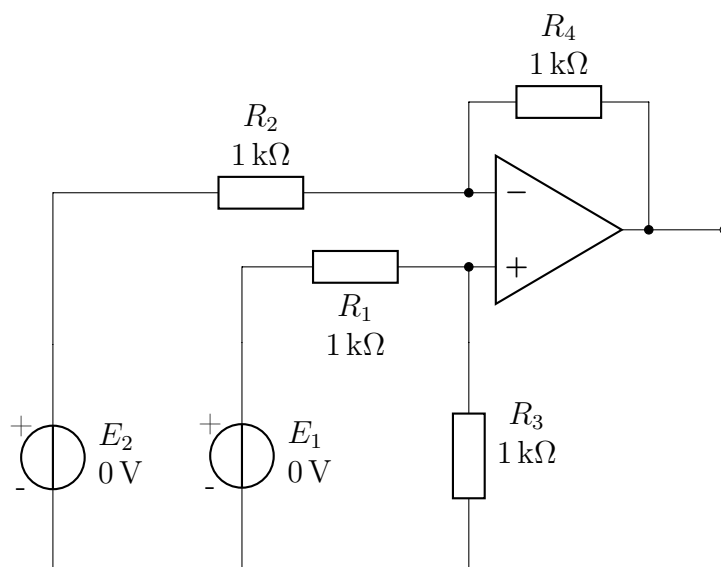

Рис. 4: схема включения операционного усилителя
На рис. 4 приведена схема дифференциального(разностного) усилителя на ОУ.
1. Загрузить программу **tina** и начертить схему дифференциального усилителя. Схема усилителя приведена на рис.4.